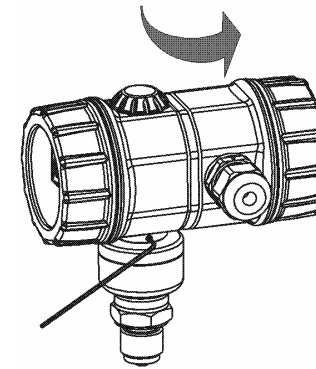

Рисунок 8 - Вращение корпуса преобразователя
8.7.1 Корпус преобразователя может вращаться в пределах $\pm 160^\circ$, см. рисунок 8.